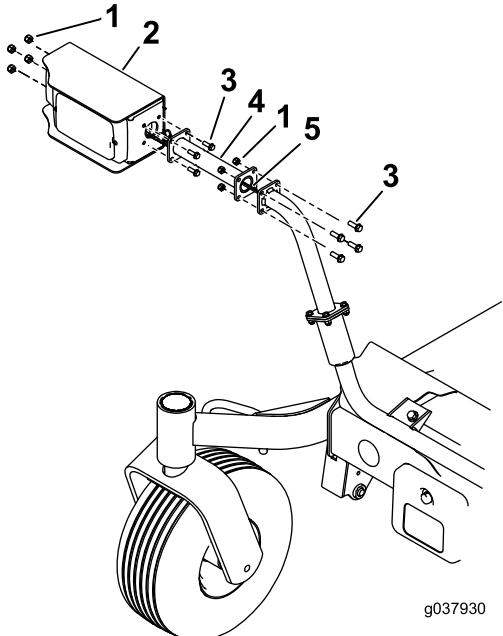

Figura 10
Nota: Las extensiones opcionales de los faros son para las carcasa de corte de 183 cm y 254 cm solamente (Figura 10).
- Si es necesario, instale la extensión del faro con 4 pernos ($\frac{1}{4}$ " x $\frac{3}{4}$ ") y 4 contratuerca ($\frac{1}{4}$ "); consulte Figura 10.
- Instale el faro en la extensión o en el soporte del faro con 4 pernos ($\frac{1}{4}$ " x $\frac{3}{4}$ ") y 4 contratuerca ($\frac{1}{4}$ "); consulte Figura 10.